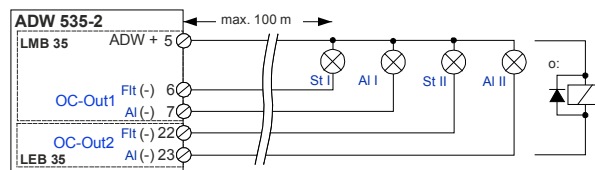

Fig. 29 Allacciamento delle uscite OC
- Se si collegano carichi induttivi (ad es. relè) occorre installare un diodo autooscillante direttamente in corrispondenza dell'utenza, **Fig. 29**.